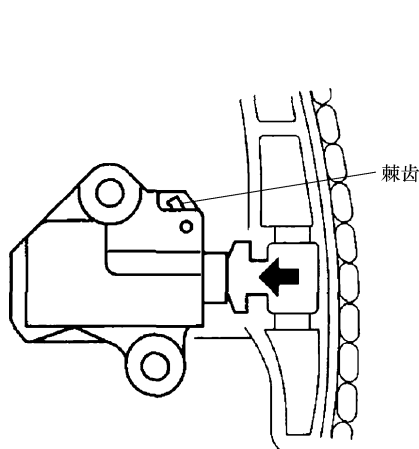

图 25-25 放开棘齿
3) 按照图 25-25 所示, 使柱塞保持在压缩状态, 放开棘齿。